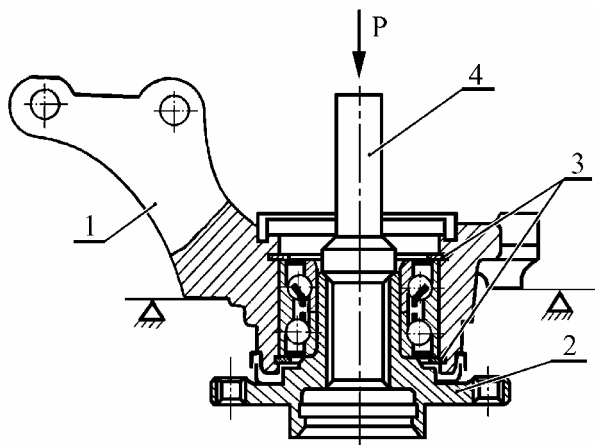

Рис.2. Выпрессовка ступицы переднего колеса из поворотного кулака:
3.11 Установить поворотный кулак 1, рис. 2, на стол пресса, используя технологические подставки под поверхности кулака, как показано на рисунке, и выпрессовать ступицу 2 из подшипника (пресс гидравлический типа 2135-1М ГАРО, оправка 67.7853-9583).
3.13 Снять стопорные кольца 3, рис. 2 (круглогубцы с удлиненными губками).